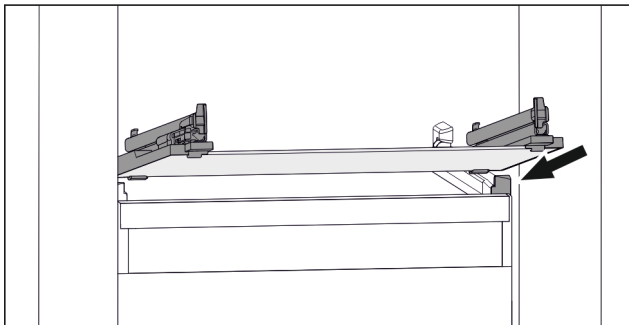

Fig. 107 Beispielhafte Darstellung der Glasplatte
- ▶ Glasplatte schräg hinter den Stopperrn aufsetzen. (zie Fig. 107)